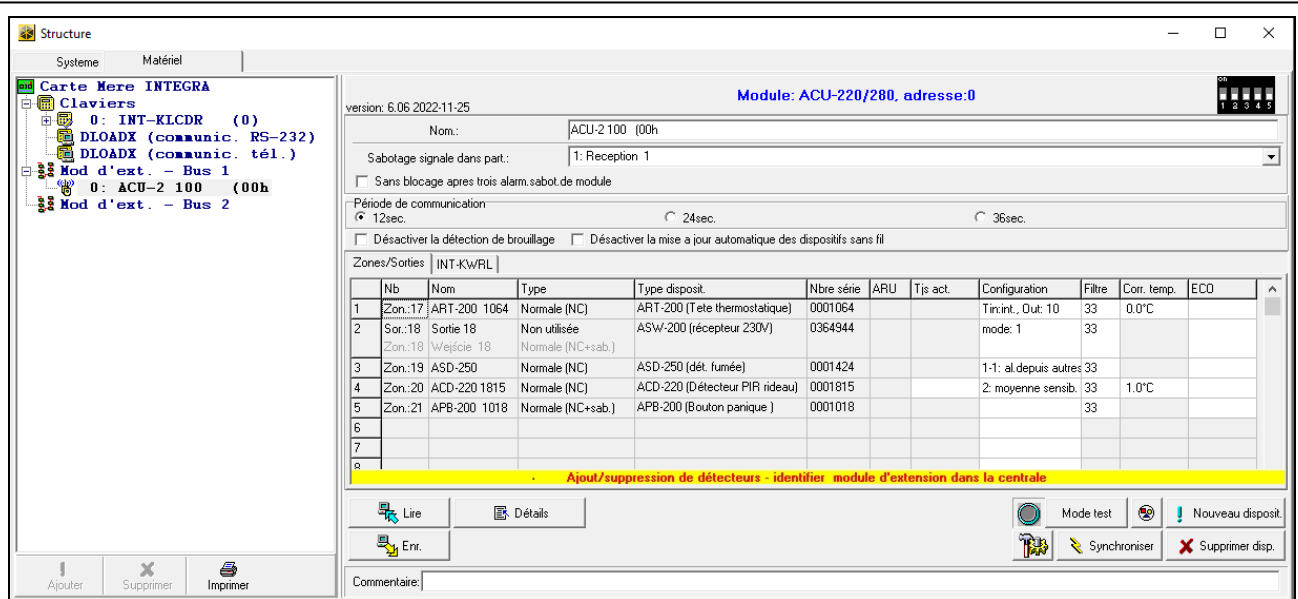

Fig. 23. Programme DLOADX : informations affichées après l'enregistrement d'un nouveau dispositif dans le contrôleur dans le système INTEGRA.
10. Cliquez sur le bouton « Identification » (voir fig. 23). Les nouvelles zones / sorties sans fil ne seront disponibles qu'après la procédure d'identification de modules d'extension terminée.